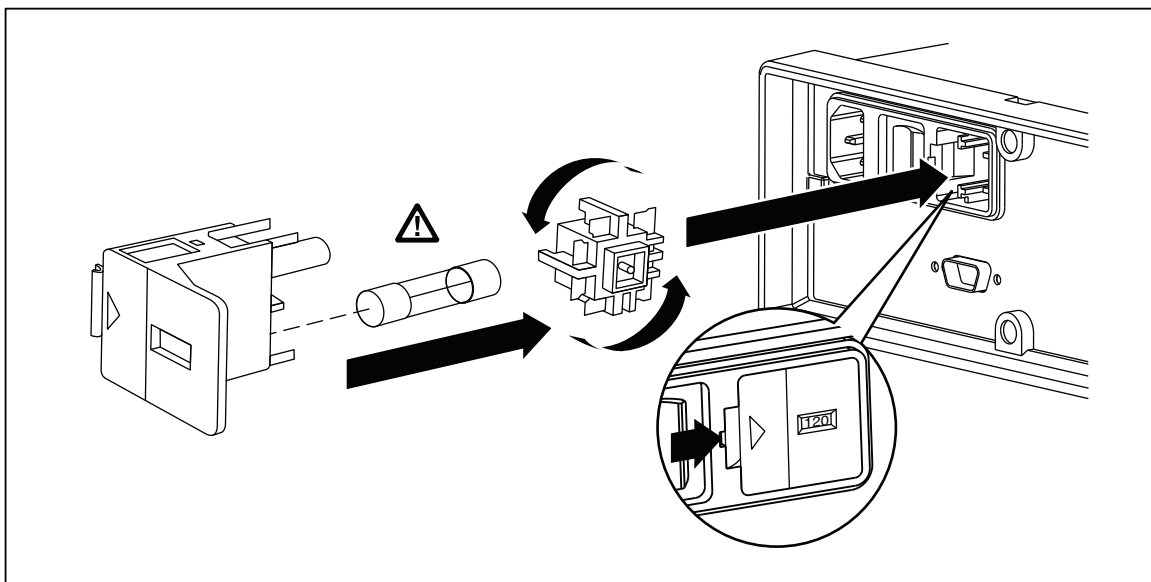

Figura 1. Sostituzione del fusibile di alimentazione
2. Inserire la lama di un cacciavite piccolo nell'incavo alla sinistra del portafusibili e far leva verso destra fino a sganciare il portafusibili. Vedere la figura 1.